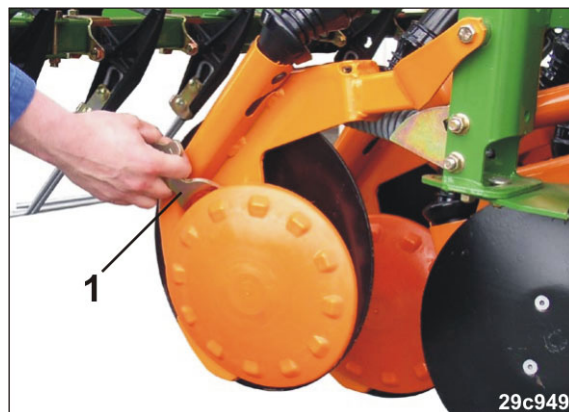

Рис. 93
1. Зафиксируйте ручку (Рис. 93/1) в одном из трёх положений.